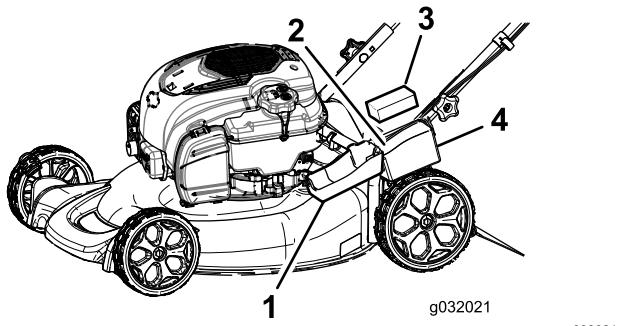

Figura 23
1. Sbloccate il coperchio della batteria e toglietelo (Figura 23).